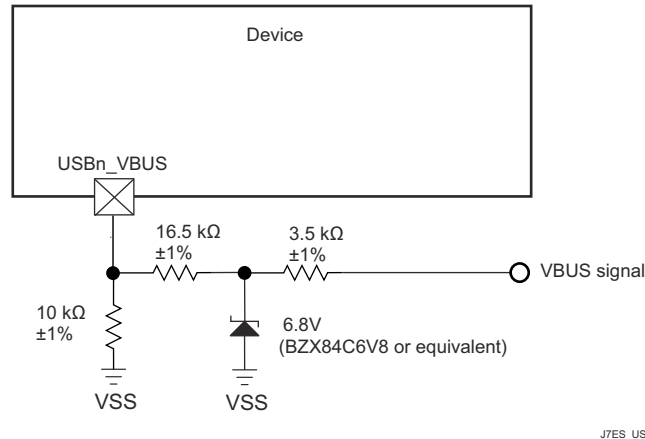

图 10-4. USB VBUS 检测分压器/钳位电路
该器件要求使用外部电阻分压器按比例缩小 VBUS 信号电压 (如图 10-4 所示), 这限制了施加到实际器件引脚 (USB0\_VBUS) 的电压。这些外部电阻器的容差应等于或小于 1%, 齐纳二极管在 5V 时的漏电流应小于 100nA。(1)
USB0\_VBUS 引脚可被视为失效防护引脚，因为在器件断电时施加 VBUS 的情况下，图 10-4 中的外部电路会限制实际器件引脚的输入电流。